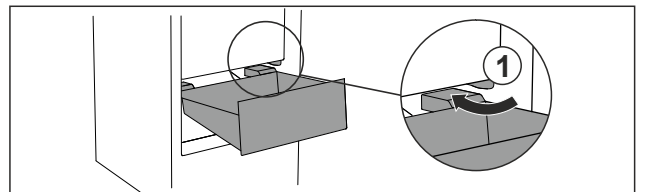

Fig. 72
- ▶ Prevedte zásuvku šikmo okolo zarážok Fig. 72 (1).